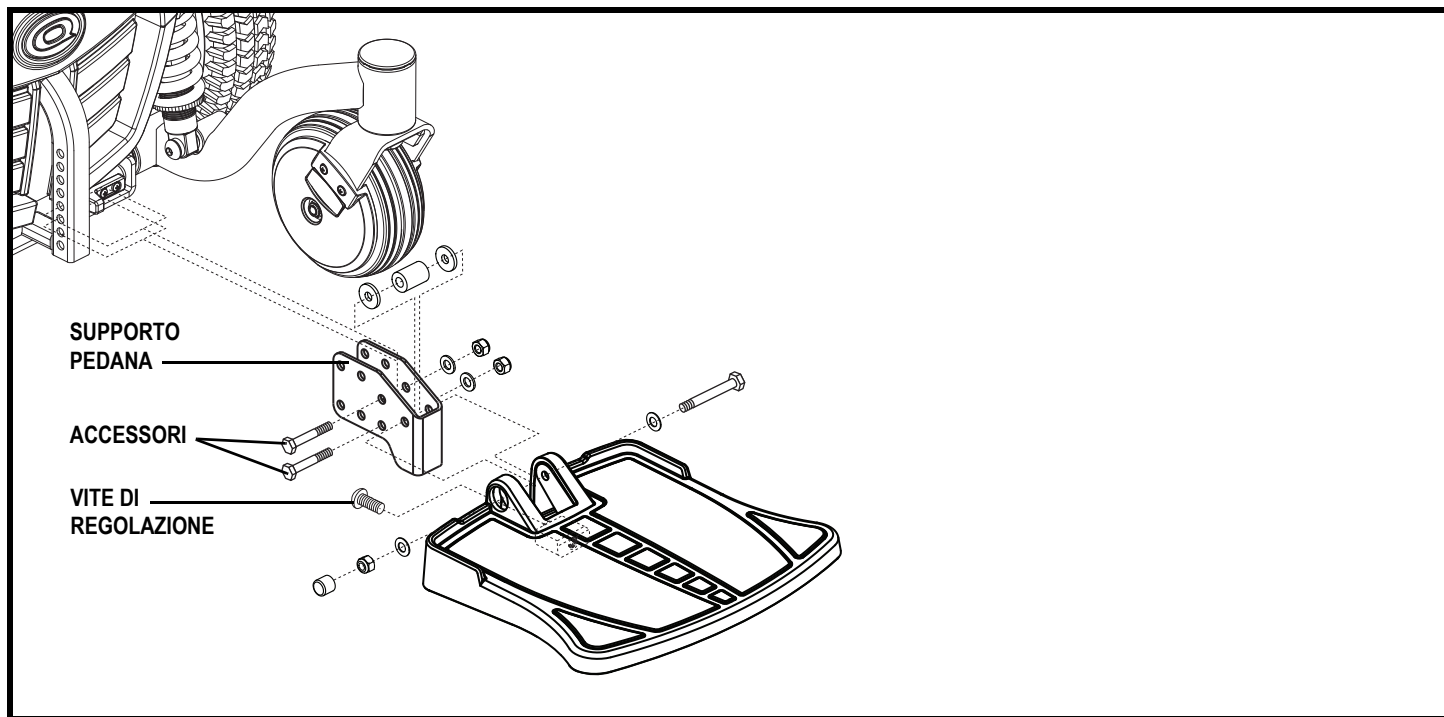

Figura 19. Regolazione pedana
1. Rimuovere gli accessori dal supporto del pianale poggiapiedi. **Vedere la figura 19.**
1. Ripiegare la pedana unica poggiamambe verso l'alto e localizzare la vite di regolazione. **Vedere la figura 19.**